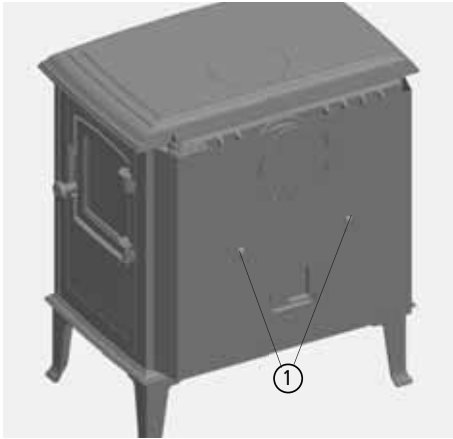

Abb. 3.1 Rückwand-Strahlungsblech
- ① Rückwand-Strahlungsblech demontieren - 2 Kreuzschlitzschrauben M6 x 8mm, (siehe Abb. 3.1 auf Seite 15)